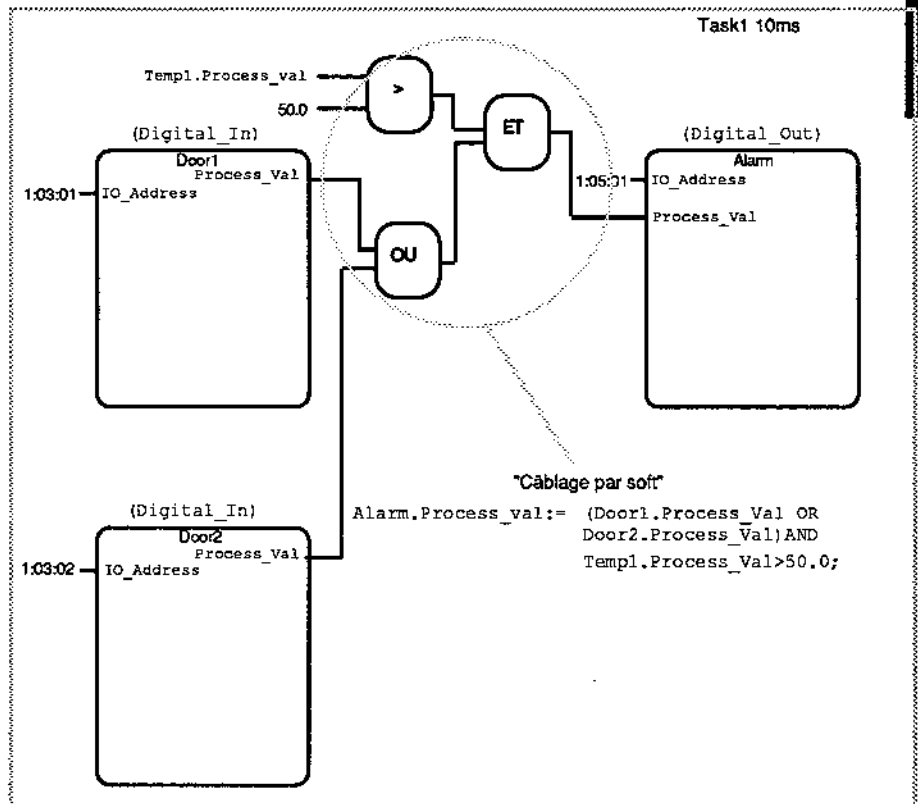

Figure 2-5 Exemple de logique numérique
Pour compléter cet exemple, la figure 2-5 montre la manière dont une condition d'alarme simple peut être ajoutée par l'utilisation des blocs fonctions numériques. Ces blocs sont interconnectés par câblage par soft de la même manière que les blocs analogiques. L'exemple suppose qu'un signal d'alarme est nécessaire pour couper l'alimentation électrique du process lorsqu'une des deux portes (Door1 et Door2) est ouverte et lorsque la température du process est supérieure à 50,0.
3. Sélectionner le paramètre **Alarm.Process_Val** et lui annexer l'instruction en texte structuré de câblage par soft, comme l'indique la figure 2-5 .